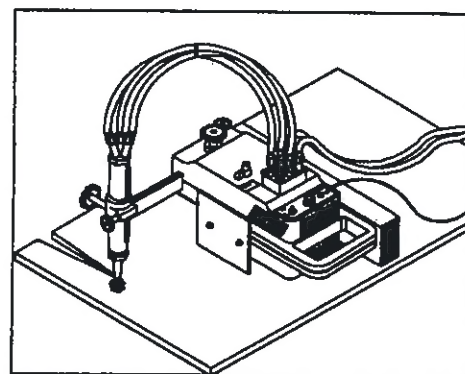

fig.5
- 5) Montez la barre du chalumeau, les supports de chalumeau et les chalumeaux comme indiqué sur les figures 5 à 8 selon le type de coupe requis.
(voir figure 5)